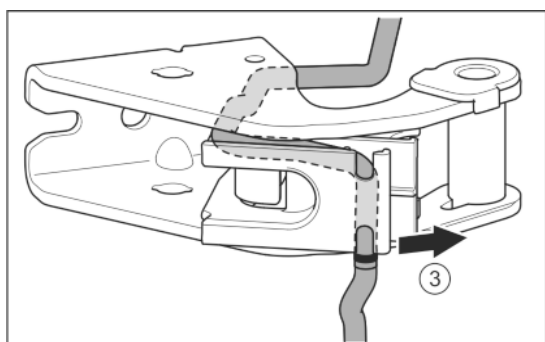

Fig. 28
- ▶ Kabel uit de geleiding losmaken. Fig. 28 (3)